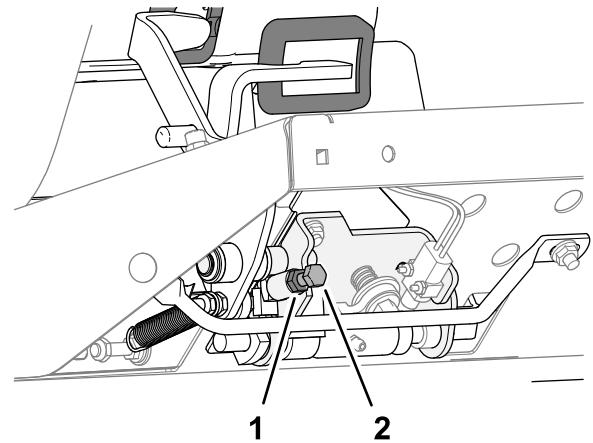

Bild 85
- Um die Mähgeschwindigkeit zu verringern, drehen Sie die Drehzahlbegrenzungsschraube (Bild 85) im Uhrzeigersinn.